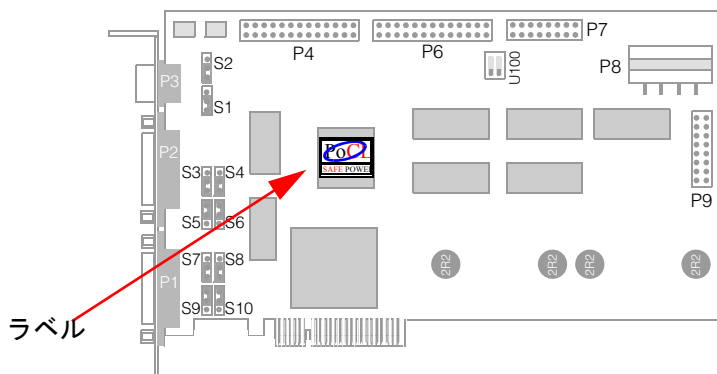

図 8. MVS-8602e PoCL ラベル
- **ラベル:** PoCL をサポートしている MVS-8602e ボードには、図 8 のような PoCL ロゴがラベル付けされています。